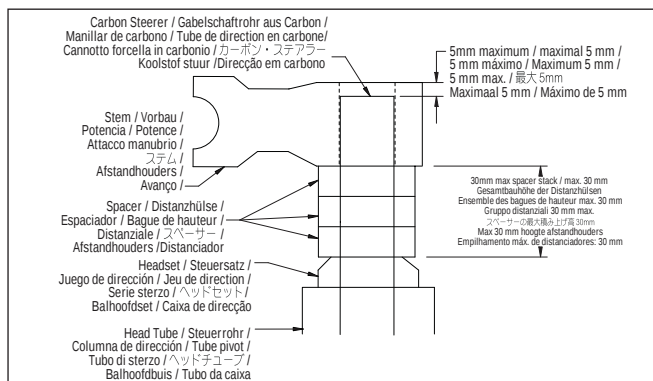

Fig. 1
1. The carbon steerer should not be recessed more than 5mm in the stem (fig. 1). Installation with more than a 5mm gap may cause damage to the steerer and voids the warranty. Do not exceed the 30mm maximum stack height when installing spacers (Fig. 1).
1. Das Gabelschaftrohr aus Carbon sollte nicht mehr als 5 mm tief im Vorbau versenkt sein (Abb. 1). Falls die Lücke größer als 5 mm ist, kann das Gabelschaftrohr beschädigt werden. Damit wird die Garantie ungültig. Achten Sie beim Einbau von Distanzhülsen darauf, dass die maximal zulässige Bauhöhe der Distanzhülsen von 30 mm nicht überschritten wird (Abb. 1).
1. El manillar de carbono no debe quedar empotrado en la potencia (fig. 1) más de 5 mm. Si al instalarlo deja un hueco de más de 5 mm, podría dañar el manillar, con lo que la garantía quedaría anulada. Cuando instale espaciadores, no supere la altura máxima de 30 mm para el montón de espaciadores (fig. 1).
1. Le tube de direction en carbone ne devrait pas être encastré plus de 5 mm dans la potence (fig. 1). Un espace de plus de 5 mm pourrait endommager le tube de direction et annulerait la garantie. Lorsque vous mettez en place les bagues de hauteur, l'épaisseur de l'ensemble ne devrait pas dépasser 30 mm (fig. 1).
1. Il cannotto forcella in carbonio non va inserito più di 5 mm nell'attacco manubrio (fig. 1). Se lo si installa con un gap superiore ai 5 mm, si possono provocare danni al cannotto forcella, facendo decadere la garanzia. Non superare l'altezza massima di 30 mm quando si installano i distanziali (fig. 1).
1. カーボン・ステアラーはステム内に5mm以上奥まった状態に取り付けしないで下さい（図1）。5mm以上の隙間を作って取り付けますと、ステアラーにダメージを与えることがありますとともに、保証の対象外となりますのでご注意ください。またスペーサーを取り付ける際は、使用するスペーサーの合計の高さが、最大でも30mmを超えないようにして下さい（図1）。
1. Het koolstof stuur mag niet meer dan 5 mm diep in de buis zitten (fig. 1). Bevestiging met een gat van meer dan 5 mm kan schade aan het stuur veroorzaken en maakt de garantie ongeldig. Ga bij het aanbrengen van afstandhouders niet over een gezamenlijke hoogte van 30 mm heen (Fig. 1).
1. O tubo de carbono da direcção não deve entrar mais de 5 mm no avanço (fig. 1). Uma instalação com mais de 5 mm de intervalo pode provocar danos na direcção e nulidade da garantia. Não ultrapasse a altura máxima de 30 mm ao empilhar distanciadores (fig. 1).